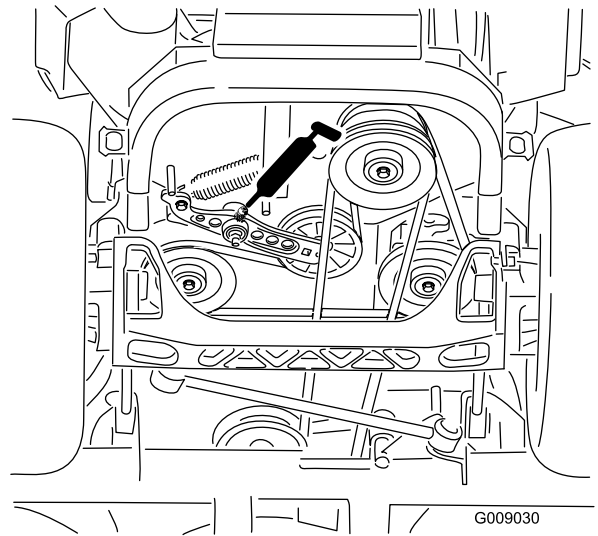

Figure 49
6. Graissez le bras de la poulie de tension de la courroie d'entraînement (Figure 49).